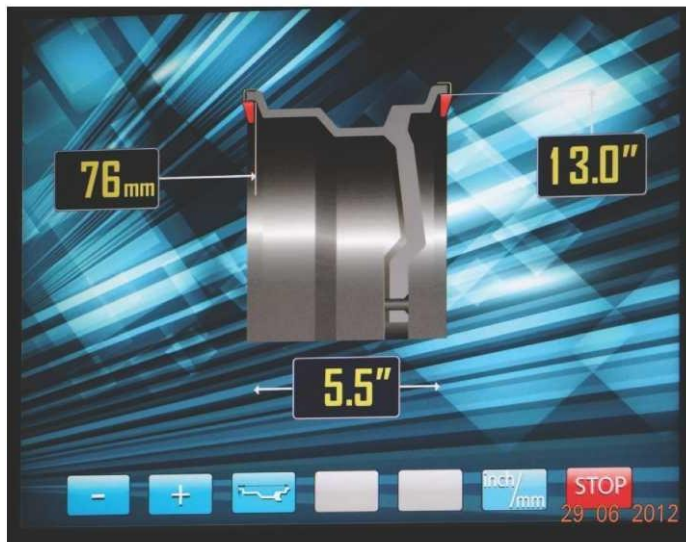

рис.10.2.
При включении питания СБ автоматически устанавливаются исходные параметры « d » и « b », записанные в памяти СБ, которые можно проконтролировать нажимая кнопку A, d, b кнопка 3 на рис.10.2.
В этом режиме функционируют кнопки «-» и «+» для ввода ширины диска, а также для коррекции диаметра диска и дистанции от корпуса СБ до колеса, если требуется их ручная коррекция. Переключение кнопок «-» и «+» для коррекции диаметра и дистанции осуществляется кнопкой A,d,b (кнопка 3 рис.10.2), при этом корректируемая величина выделяется красным цветом, кроме того кнопка A,d,b позволяет перейти к экрану ввода геометрических параметров из экрана основного рабочего режима.
11.2.1. Введите геометрические параметры колеса как описано в п. 10.2 или 10.4. На экране ввода геометрических параметров отображается стандартная балансировка грузами на пружинках рис.10.2 или 10. 4.